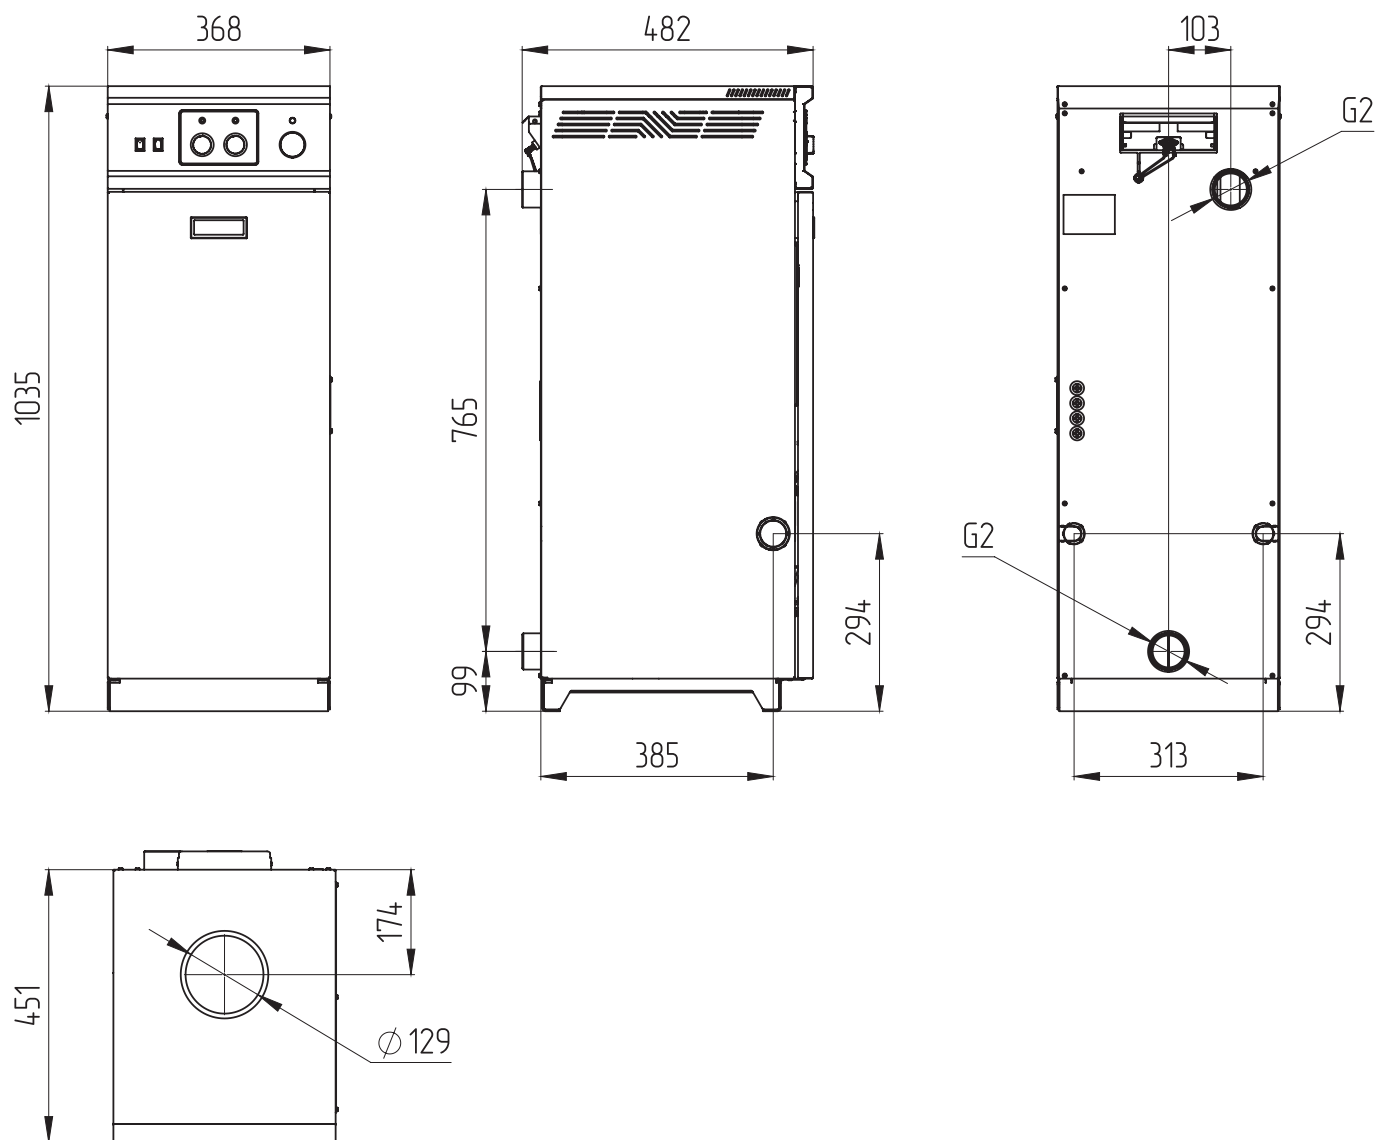
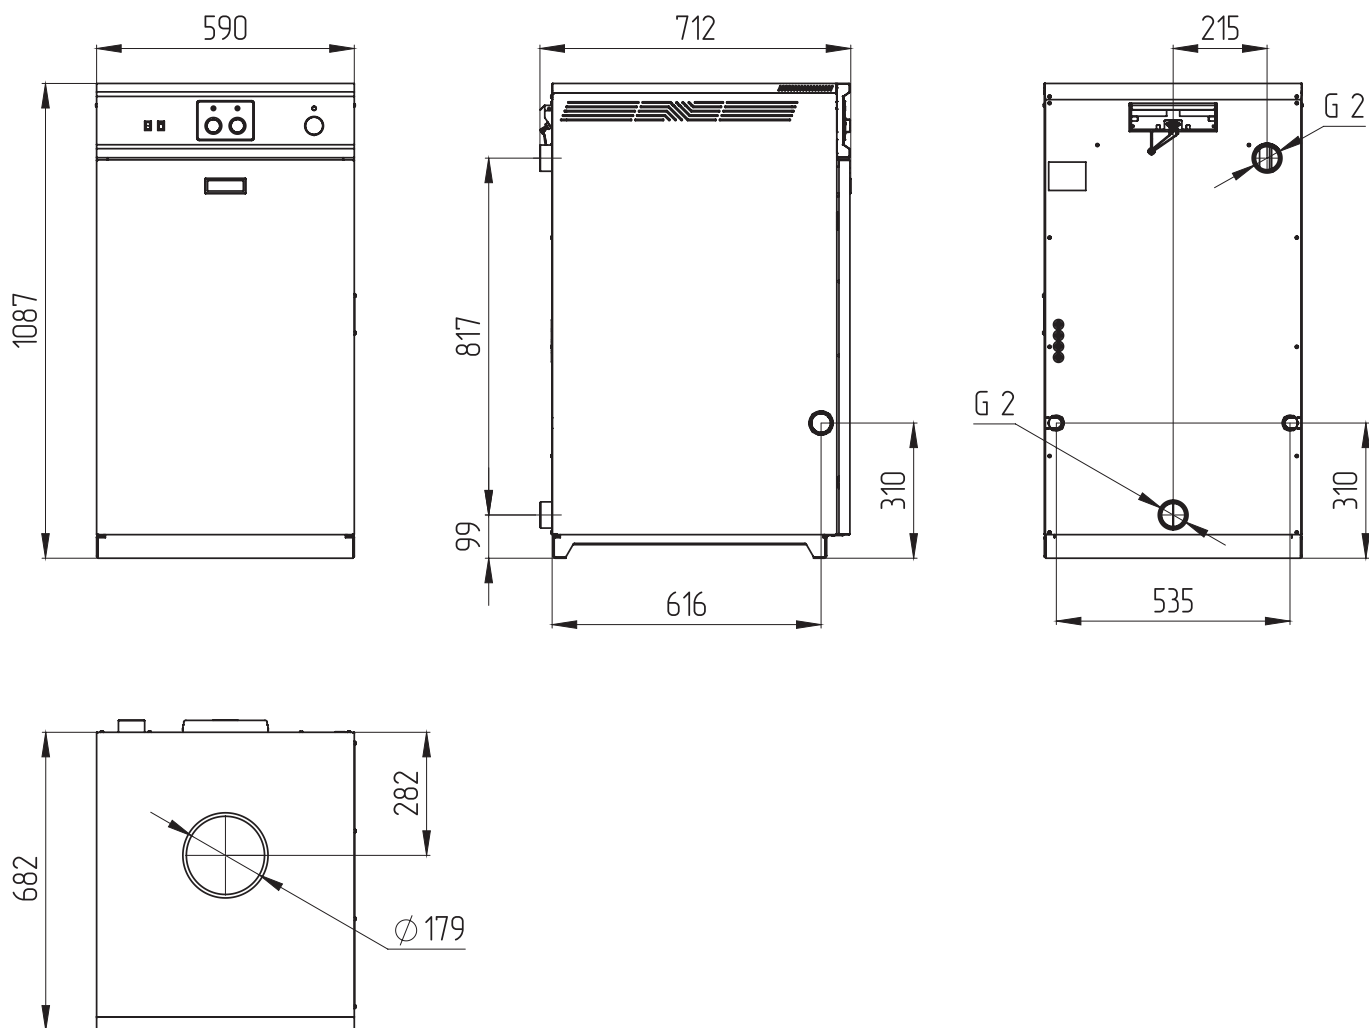

Рис. 12 Габаритные размеры ZOTA Astragas 12 - 16 кВт
Рис. 15 Габаритные размеры ZOTA Astragas 50 кВт
5. Установите котел на специально отведенное место. Габаритные и присоединительные размеры котлов указаны на **Рис. 12-Рис. 15**;